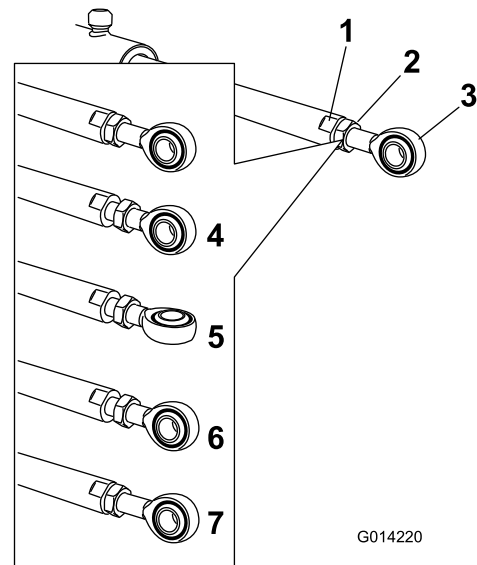

Bild 64
5. Arretieren Sie die flachen Seiten der Aktuatorstange mit einem Schraubenschlüssel und lösen Sie dann die Klemmmutter, damit Sie die Ösenstange manipulieren können (**Bild 64**).
6. Drehen Sie die Ösenstange in der Aktuatorstange, um den ausgefahrenen Aktuator auf die gewünschte Stellung zu verlängern oder zu verkürzen (**Bild 64**).